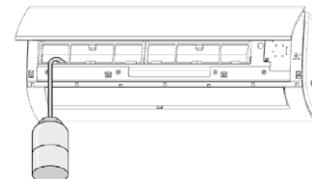

fig. 22 -
- Para verificar a drenagem, despeje água na panela de drenagem de condensado ("fig. 22 - ")